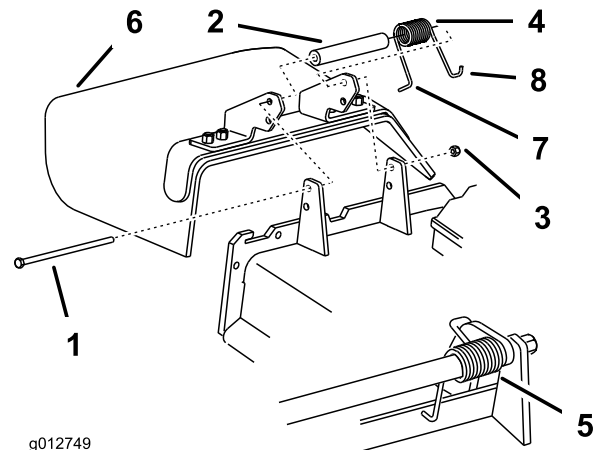

Figure 89
1. Retirez le contre-écrou, le boulon, le ressort et l'entretoise qui fixent le déflecteur aux supports de pivot (Figure 89). Enlevez le déflecteur s'il est endommagé ou usé.
Remarque: Prenez soin de placer l'extrémité en L du ressort derrière le bord du tablier avant de mettre le boulon en place, comme indiqué à la Figure 89.
3. Remettez le boulon et l'écrou. Accrochez l'extrémité en J du ressort au déflecteur d'herbe (Figure 89).